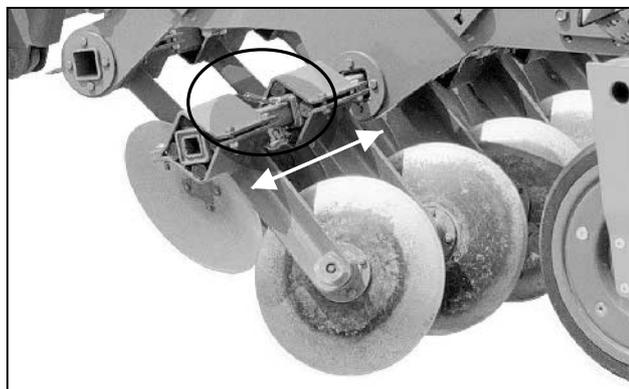

Рис. 31
- Приведение крайних дисков (Рис. 31) в рабочее положение: